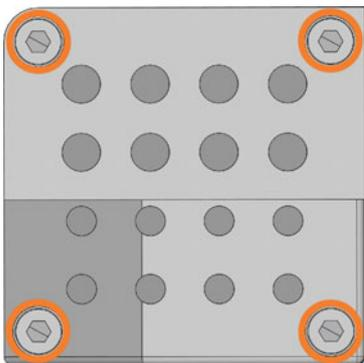
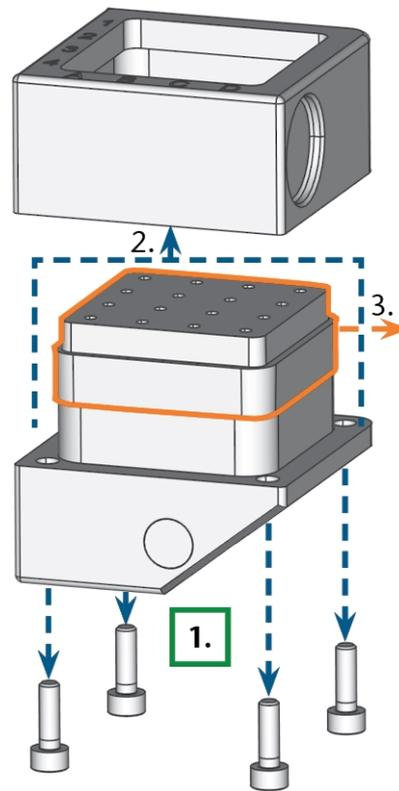

Abb. 90 – Die 4 Schrauben auf der Unterseite des Werkzeugmagazins (orange markiert)
Abb. 91 – Das Werkzeugmagazin auseinanderbauen und den Einsatz entnehmen
5. Lösen Sie die 4 Schrauben an der Unterseite des Werkzeugmagazins (☞ Abb. 90 – unten, ☞ Abb. 91 – unten, Schritt 1).
6. Heben Sie die Abdeckung vom Magazin (☞ Abb. 91 – unten, Schritt 2).
7. Entfernen Sie den vorhandenen Werkzeugmagazineinsatz (☞ Abb. 91 – unten, Schritt 3) und ersetzen Sie ihn durch einen neuen.